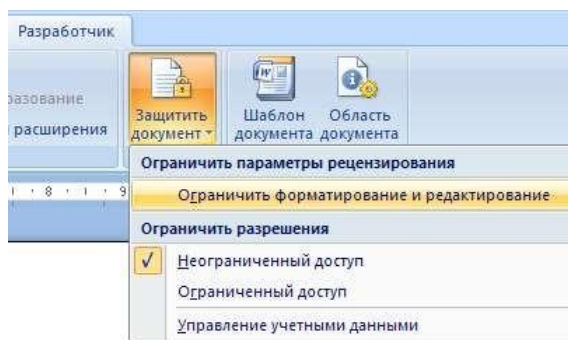

Рисунок 17. Меню ЗАЩИТИТЬ ДОКУМЕНТ
- на вкладке РАЗРАБОТЧИК в группе ЗАЩИТИТЬ выберите ОГРАНИЧИТЬ ФОРМАТИРОВАНИЕ И РЕДАКТИРОВАНИЕ (см. рис. 17);